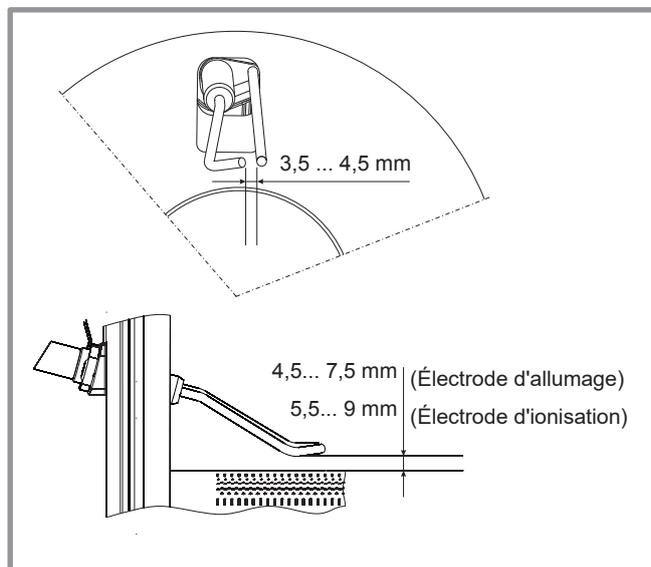

figure 60 - Réglage des électrodes
- Vérifier l'écartement et le positionnement des électrodes (figure 60).